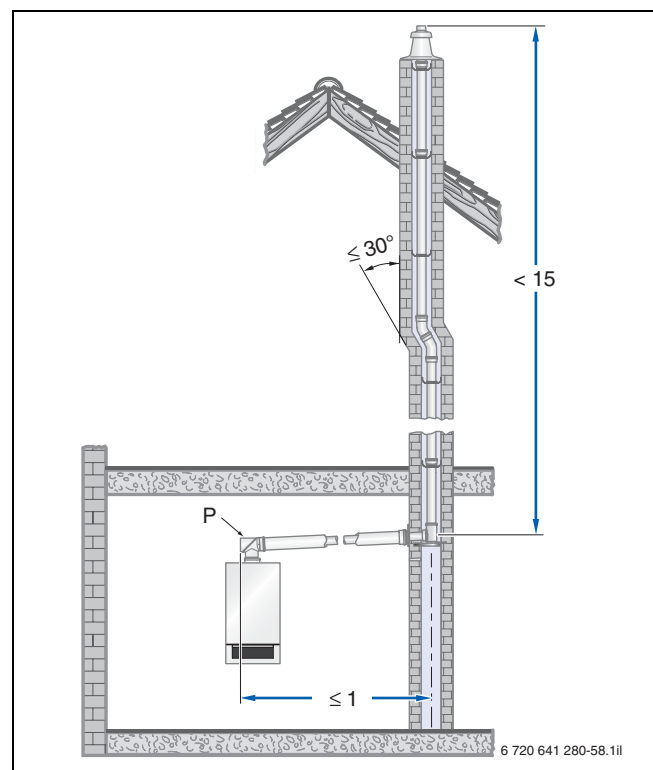
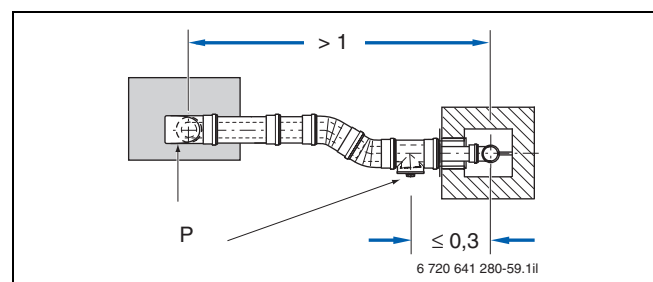

Bild 118 Beispiel zur Anordnung der Prüföffnung (P) bei einer Abgasleitung ohne Umlenkung im Aufstellraum (Maße in m)
Bild 119 Beispiel zur Anordnung der Prüföffnungen (P) bei einer Abgasleitung mit Umlenkung im Aufstellraum – Draufsicht (Maße in m)
Gemäß DIN 18160-1 und DIN 18160-5 müssen Abgasanlagen für raumluftunabhängigen Betrieb leicht und sicher zu überprüfen und ggf. zu reinigen sein. Hierzu sind Prüföffnungen einzuplanen (→ Bild 118 und Bild 119).
- an der Stirnseite im geraden, waagerechten Abschnitt der Abgasleitung höchstens 1 m von der Umlenkung in den senkrechten Abschnitt entfernt, wenn sich dazwischen keine Umlenkung befindet (→ Bild 118) **oder**
- seitlich im waagerechten Abschnitt der Abgasleitung höchstens 30 cm von der Umlenkung in den senkrechten Abschnitt entfernt (→ Bild 119).
- die untere Prüföffnung nach DIN 18160-1 und DIN 18160-5 ausgeführt ist (→ Bild 118 und Bild 119).